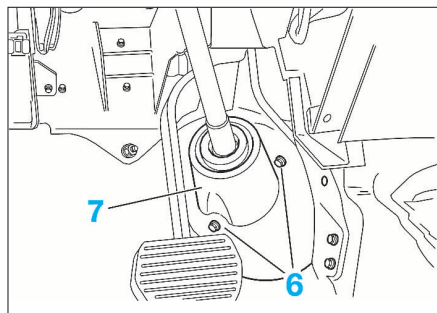

FIG. 23
- Dégager le cardan de direction en écartant le clip de sécurité (5).
- les vis (6) (Fig.23).